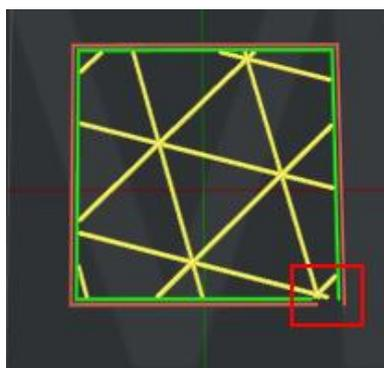

図 5.17：フリーランの距離を 2mm に設定する。
**フリーランの距離**とは、この機能を有効にすると、押出パスの最後の部分が、図 5.17 のように押し出しのない移動パスに置き換えられます。押出パスの最後の部分の距離が「惰行距離」です。